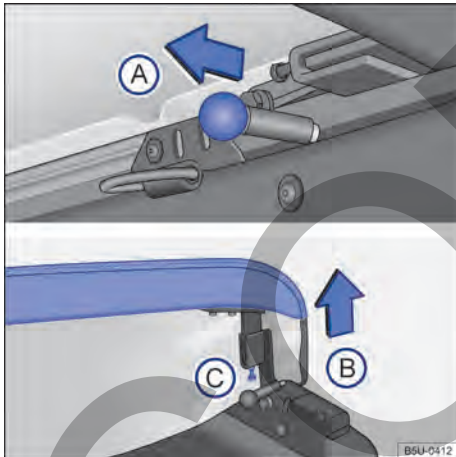
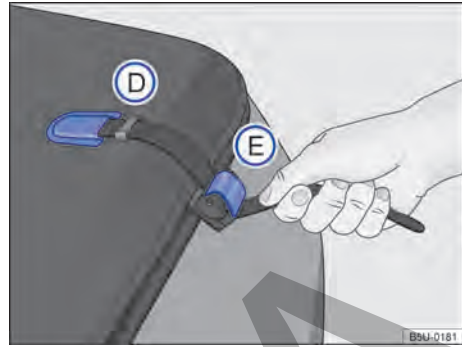

Fig. 52 Trabas y tornillo de ajuste del estiramiento de la capota marítima.
Fig. 53 Fijación de la capota marítima.
- Desplazar el perno de bloqueo → fig. 52 (A) en el sentido de la flecha, en ambos lados, simultáneamente.
- Levantar el extremo de la capota en el sentido de la flecha (B).
- Para ajustar el estiramiento, soltar la tuerca y apretar el tornillo o soltar el tornillo (C), hasta alcanzar el estiramiento deseado.
- Retirar el extremo de la cinta de alojamiento → fig. 53 (D), en los laterales de la capota marítima, y forzar la cinta hacia abajo, para desbloquear la traba (E).